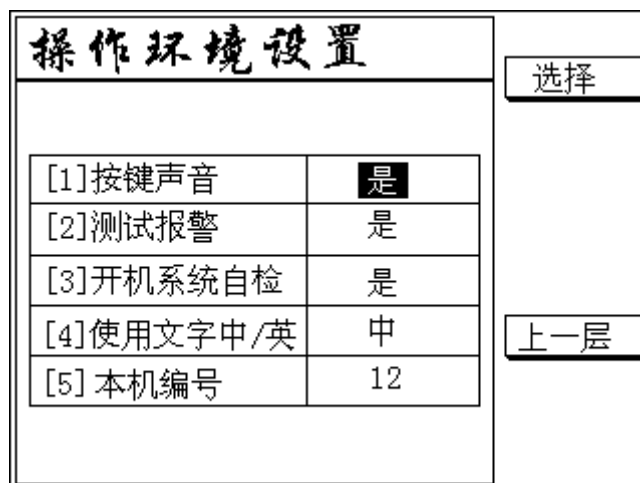

图 12
- 屏幕键一用以操作环境设定，按下屏幕一显示如（图 12）所示
在此界面下（图 12）实现功能如下：